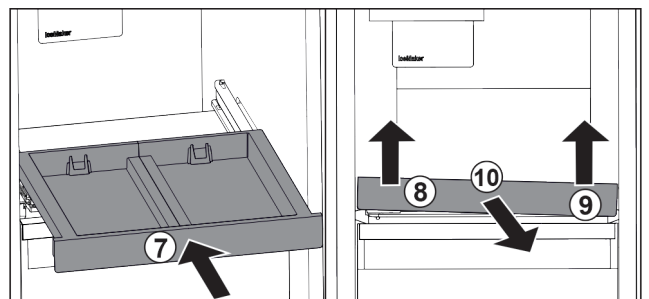

Fig. 102
- Vstavite izvlečno polico. Fig. 102 (7)
- Izvlečno polico dvignite naprej levo. Fig. 102 (8)
- Izvlečno polico dvignite naprej desno. Fig. 102 (9)
- Izvlečno polico odstranite v smeri naprej. Fig. 102 (10)